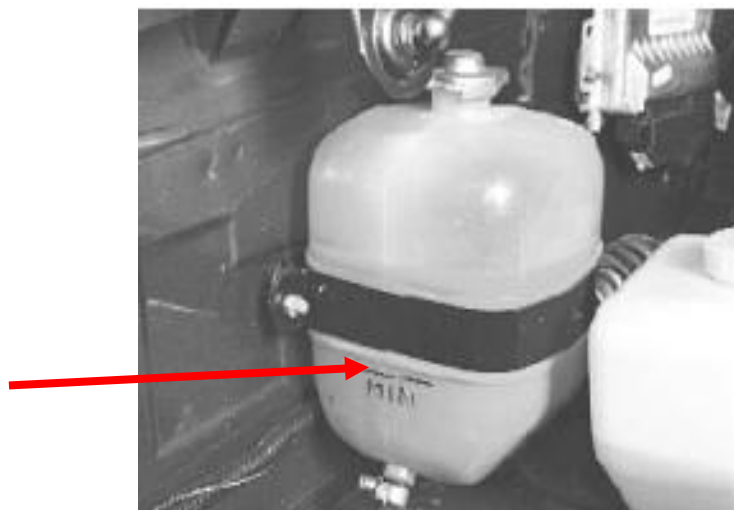

Рис. 3. Рівень охолоджуючої рідини в системі охолодження.
1. Перевірити наявність охолоджуючої рідини в системі охолодження, при необхідності долити до норми (рис. 3).
Рівень охолоджуючої рідини “вода” повинен бути на мітці **MAX**, а ТОСОЛ-А40 на мітці **MIN** або вище її на **30 – 40 мм** при температурі 15-20⁰. (рис. 3.). Якщо на автомобілі розширювальний бачок відсутній, то рівень